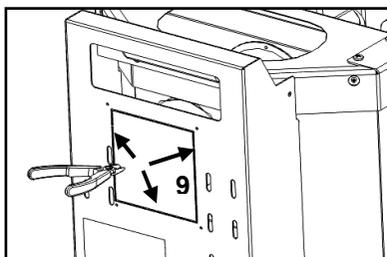

Figura 33 - Remoção tampo posterior salamandra
g) Na parte posterior do equipamento remover a tampa assinalada na figura 33, cortando nas zonas assinaladas com um alicate de corte **(9)**.